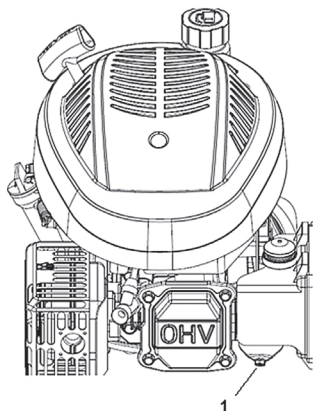

Рис. 19 Сливной болт поплавковой камеры карбюратора
2. Слейте топливо из карбюратора (Рис. 19). Для этого открутите сливной болт поплавковой камеры карбюратора.